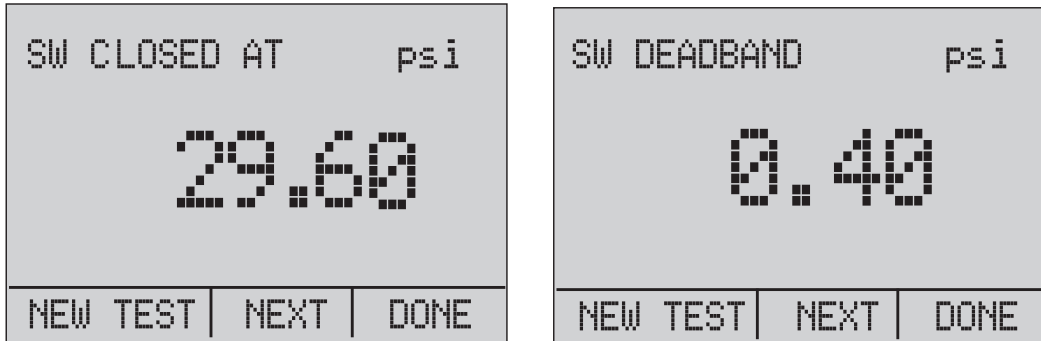

图 24.开关测试和死区结果
9. 选择 "NEXT" (下一步) 选项以显示开关闭合时的压力和死区。请参见图 24。